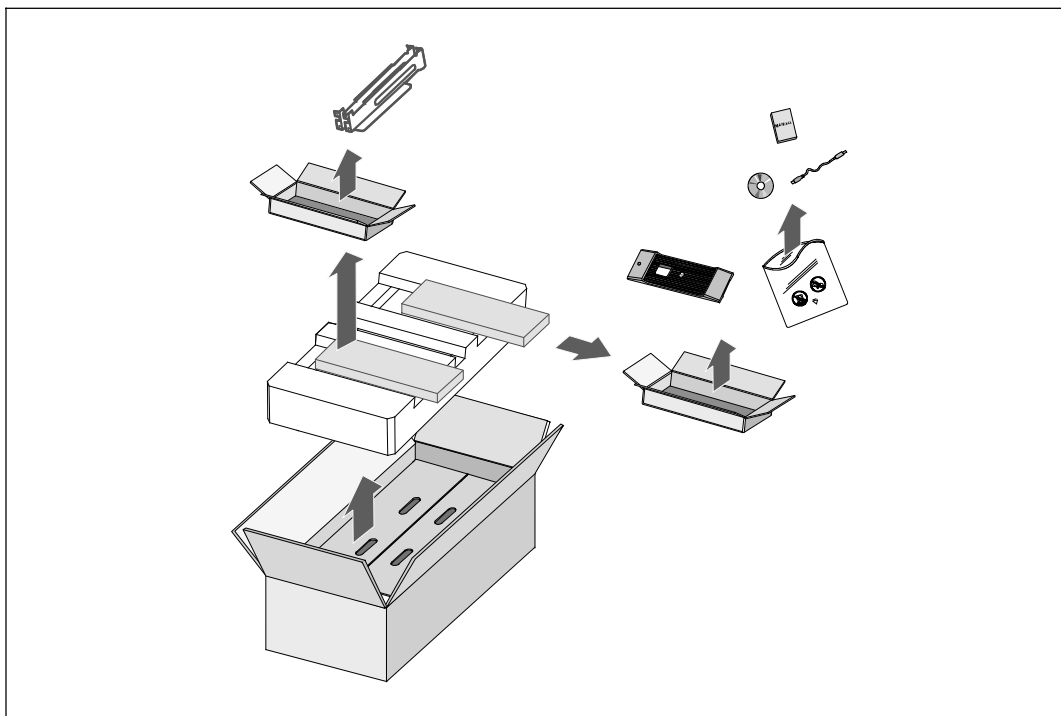

Рисунок 2. Распаковка корпуса
- 1 Откройте коробку и достаньте все запечатанные принадлежности (см. Рисунок 2).